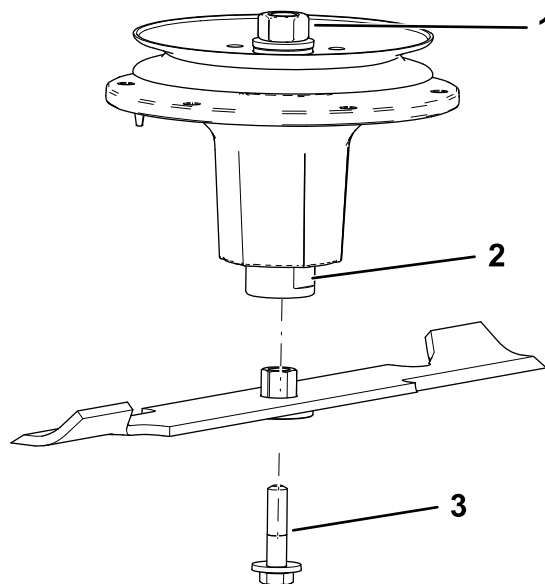

**Figura 78**
- Instale el casquillo a través de la cuchilla con la brida del casquillo en el lado inferior (lado del césped) de la cuchilla (Figura 78).